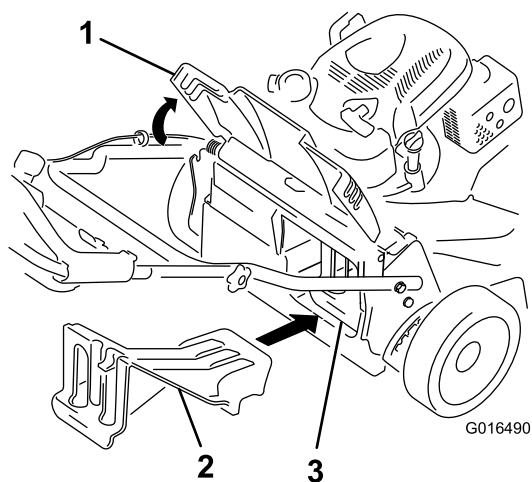

Рисунок 26
- Если не установлена заглушка заднего выброса, возьмите ее за рукоятку, поднимите задний отрагатель и вставьте ее в желоб заднего выброса, пока защелка не зафиксируется на месте, см. Рисунок 26.
**Внимание:** Убедитесь, что задняя выпускная пробка установлена на своем месте, и произведите утилизацию травы и срезанных листьев (Рисунок 26).